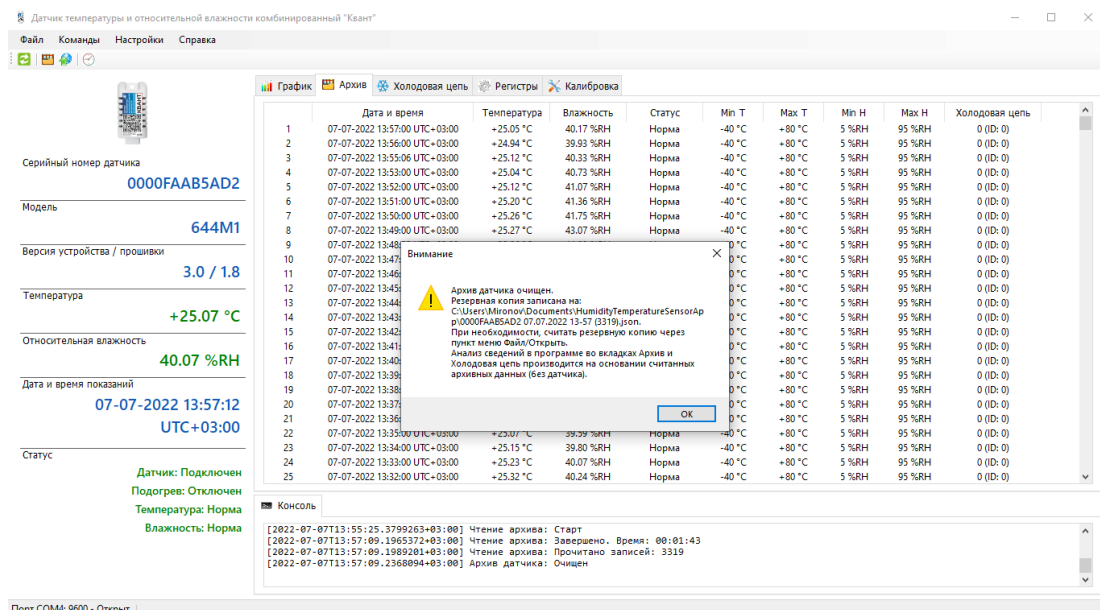

Рисунок 38 – Сообщение-предупреждение об очистке архива датчика
- в центральной части окна появится сообщение-предупреждение об очистке архива датчика, с указанием пути к папке, в которую автоматически выгружается файл с архивными записями (Рисунок 38);